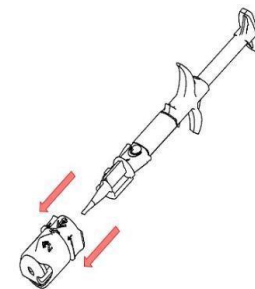

Fig. 3
7. Retirer de l'injecteur le pièce composée de l'adaptateur '2' et de l'anneau rotatif '4' comme indiqué à l'étape '4'(Fig. 3) et la détruire.